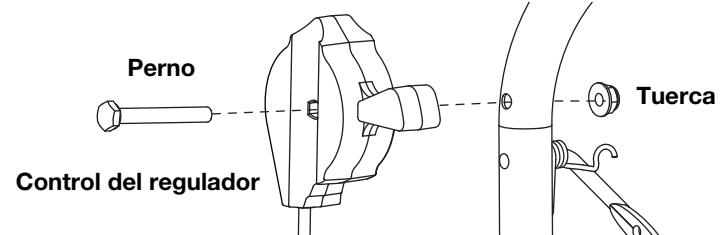

Fig. 4
- Quite la tuerca y el perno del control del regulador (Fig. 4).
- Inserte la tuerca a través de agujero y enrosque con la mano la contratuercas (Fig. 4).